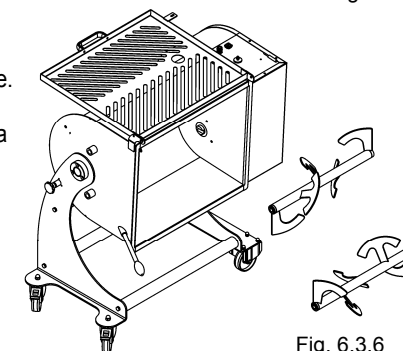

Fig. 6.3.6
- Si presenta ora una superficie liscia e facile da pulire. Fig. 6.3.6 procedere ad una accurata pulizia della macchina e se necessario alla sua disinfezione.